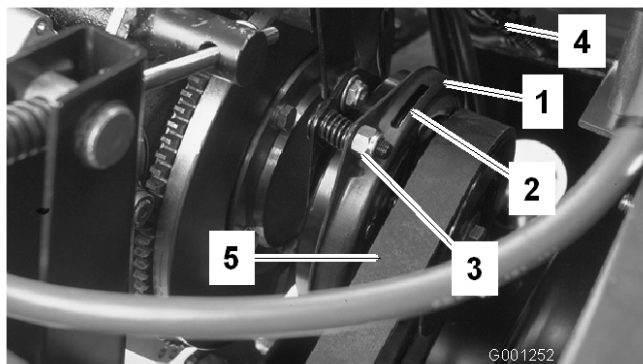

Figure 64
3. Débranchez le connecteur électrique de l'embrayage (Figure 64).
4. Réglez l'entrefer de façon à pouvoir passer une jauge d'épaisseur de 0,4 mm entre la garniture d'embrayage et la plaque de frottement en poussant légèrement (Figure 64). Pour diminuer l'entrefer, tournez l'écrou de réglage dans le sens horaire (Figure 64). L'entrefer ne doit pas dépasser 0,8 mm.